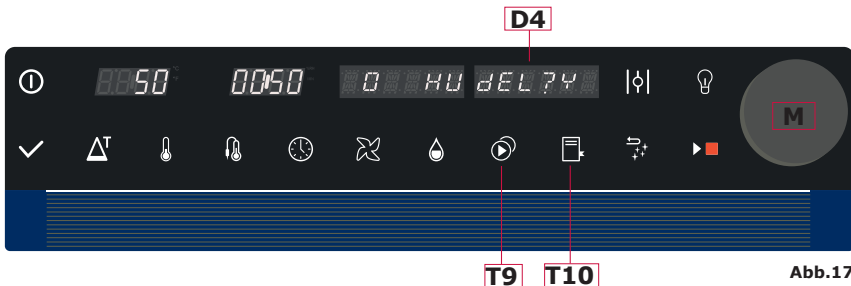

Abb.17
Falls die Veränderungen abgespeichert werden sollen, Taste **T10** (Abb.17) drei Sekunden lang gedrückt halten.
3. Taste **T9** (Abb.17) gedrückt halten.
4. Display **D4** (Abb.17) zeigt an: **DEL? N**